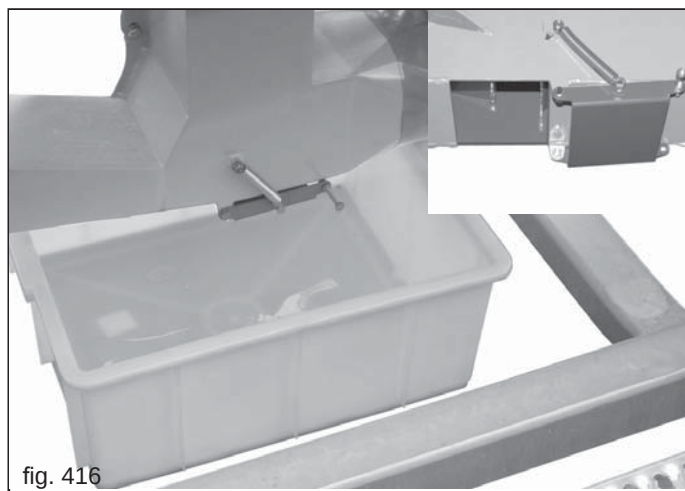

fig. 416
- 3) Coloque el recipiente recolector debajo de lo dosificador y abra el portillo de descarga del producto (Fig. 416).